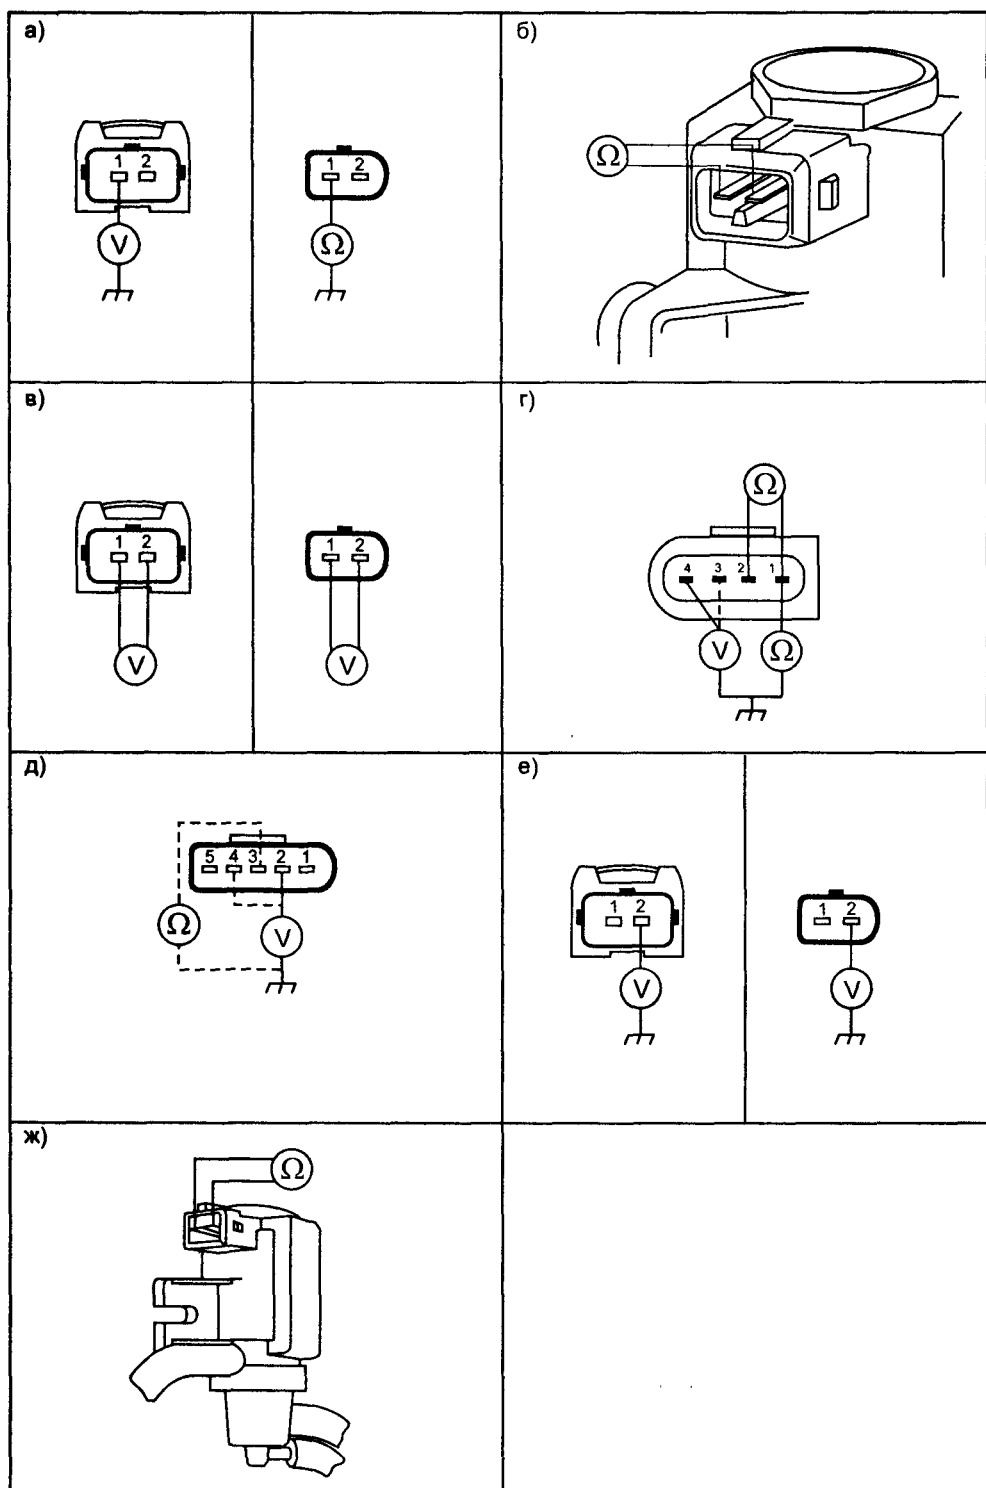

Рис. 1.7.7. Впускная система
- проверяют предохранитель F2, реле K46, замок зажигания и соответствующие соединения (см. рис. 1.7.7а и схему на рис. 1.7.2);
- измеряют сопротивление обмотки клапана — около 25...45 Ом (см. рис. 1.7.7б);
- присоединяют разъем клапана на место, заводят двигатель, на контактах 1—2 клапана должно быть около 0 В (см. рис. 1.7.7в);
- выключают зажигание, при этом открытый клапан должен полностью закрыться на 2...2,5 секунды (на контактах 1—2 клапана должно быть 12 В) и снова открыться (см. рис. 1.7.7в). Если клапан не работает, его заменяют.
Датчик MAP нужен для измерения абсолютного давления (относительно вакуума) во впускном коллекторе, чтобы точно определить массу впускаемого воздуха. Его проверяют в следующей последовательности (см. рис. 1.7.7г и схему на рис. 1.7.2):
Датчик встроен в корпус датчика MAP. Для его проверки необходимо отсоединить разъем датчика IAT-MAP и, изменяя температуру воздуха, проверяют изменение сопротивления IAT датчика (см. рис. 1.7.7г и табл. 1.7.6).
Датчик MAF позволяет точно измерить массу поступающего на впуск воздуха, для правильной оценки необходимой цикловой подачи топлива. Для его проверки необходимо (см. рис. 1.7.7д и схему на рис. 1.7.2) выполнять следующее:
- отсоединяют разъем клапана ТС и, при включенном зажигании, проверяют наличие 12 В на контакте 2 разъема жгута. Если питания нет, проверяют предохранитель F2, реле K46, замок зажигания и соответствующие соединения (см. рис. 1.7.7е);
- измеряют сопротивление обмотки клапана, его величина 14...20 Ом (см. рис. 1.7.7ж);